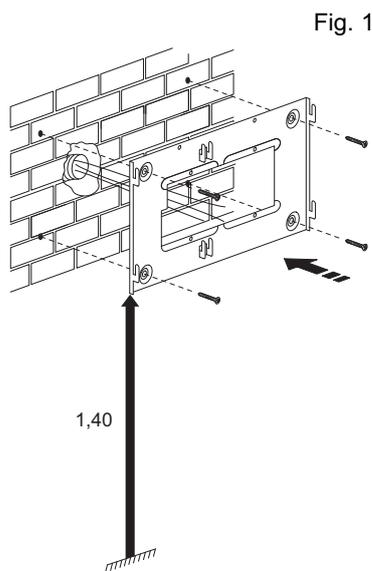

Fig. 1
- Fig.1) Fissare la staffa art. 6145 al muro ad un'altezza di circa 1,40 m dal pavimento.